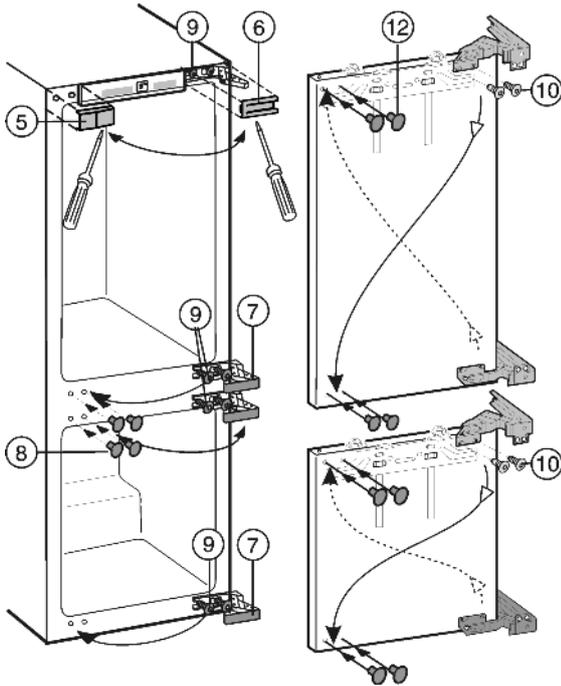

Fig. 4
- ▶ Soulever les caches Fig. 4 (5,6,7,8) avec un tournevis pour vis à fentes.
- ▶ Seulement desserrer les vis Fig. 4 (9) vis en haut et en bas au corps de l'appareil.
- ▶ Intervertir les vis Fig. 4 (9) sur le côté opposé et les visser provisoirement.
- ▶ Dévisser les vis Fig. 4 (10) et retourner la charnière en diagonale.
Les vis Fig. 4 (10) sont auto-taraudantes : Utiliser le tourne vis à accu.
- ▶ Fermer les anciens trous de fixation avec les bouchons Fig. 4 (12).
- ▶ Mettre les portes dans les vis Fig. 4 (9) pré-montées et les visser avec un couple de serrage de 4 Nm.